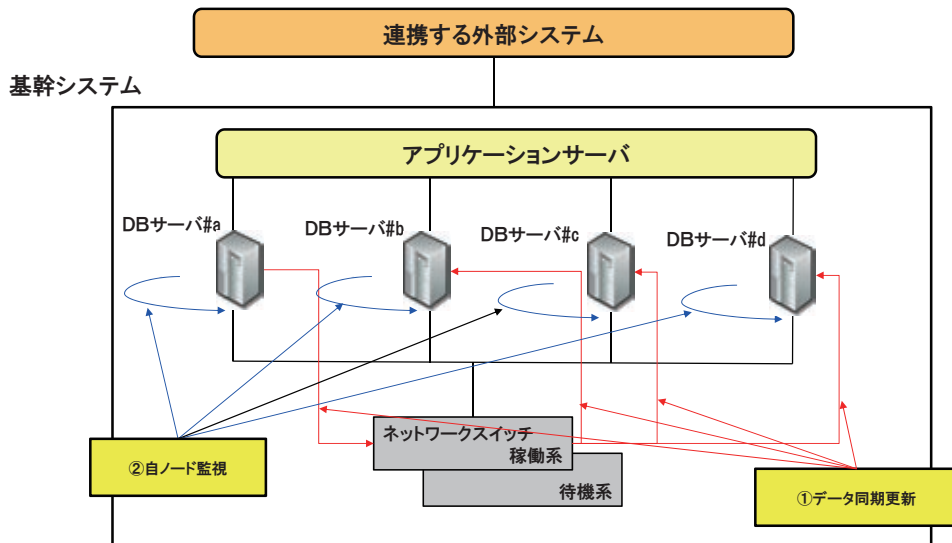

図 3.23-1 DBサーバの障害監視
DBサーバの障害監視には4つの機能が用意されていたが、今回の障害に関係した機能は以下の2つであった（図 3.23-1）。
(1) データ同期更新
DBサーバは4台の物理サーバでデータ同期機能を構成しており、1台のDBサーバでデータ更新があれば、DBのバッファ・キャッシュと呼ばれるメモリ領域にあるデータをコピーし、ネットワークスイッチを介して、他のDBサーバにデータ同期更新を実行する。このデータ同期更新処理がタイムアウトした場合、DBミドルウェアに付随する監視プロセスから監視サーバに通知を行う。監視サーバはこれを受けて、データ同期更新の発信側のDBサーバを停止させる（図 3.23-1 ①）。
(2) 自ノード監視
これは、各 DB サーバが自ら稼働しているかどうかを監視する機能である。各 DB サーバが、サーバ OS の障害保護機能を使って自分自身に SQL を投入し、返信の有り無しで死活を調べる監視を 45 秒ごとに行っている (図 3.23-1 ②)。